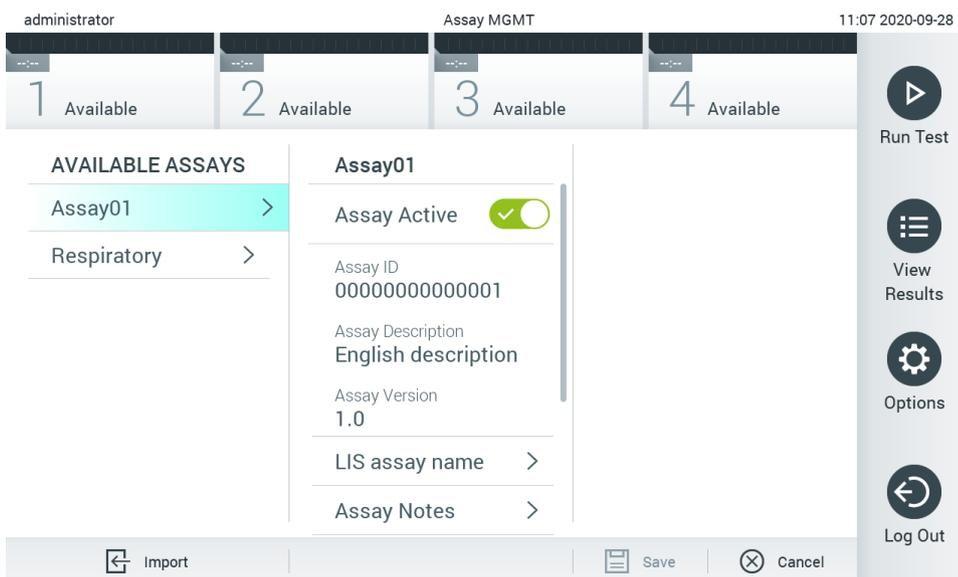

Figura 68. Ativando o ensaio.
- Nota:** Se as amostras de External Control (EC) (Controle Externo [CE]) estiverem associadas a um ensaio que é substituído por uma nova versão, a amostra de EC (CE) será redefinida e será necessário reconfigurá-la. Para obter mais informações, consulte a Seção 6.6.
7. O ensaio é ativado selecionando Assay Active (Ensaio ativo) (Figura 68).